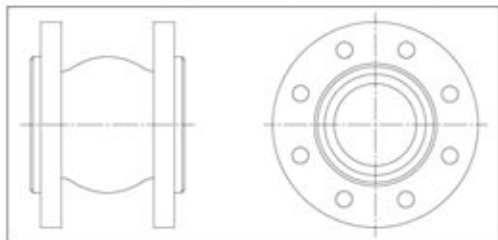

FIG.53
4. Prévoir des joints anti-vibration pour les raccordements hydrauliques (FIG. 53).